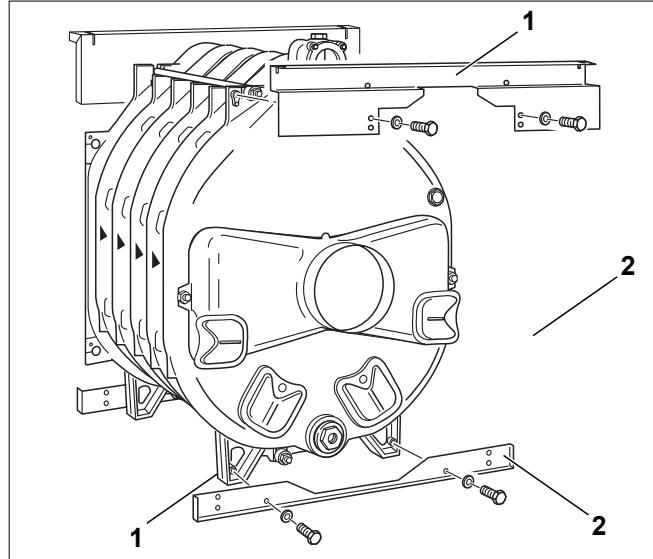

Рис. 31 Монтаж задних траверс
- ▶ Зафиксируйте верхнюю заднюю поперечную траверсу (рис. 31, [1]) на литом выступе и закрепите болтами (M 8 x 15) на задней секции. Отбортовка верхней поперечной траверсы должна быть направлена вперед.
- ▶ Закрепите нижнюю поперечную траверсу (рис. 31, [2]) двумя болтами (M 8 x 15) на ножках задней секции. Отбортовка нижней поперечной траверсы должна быть направлена назад.